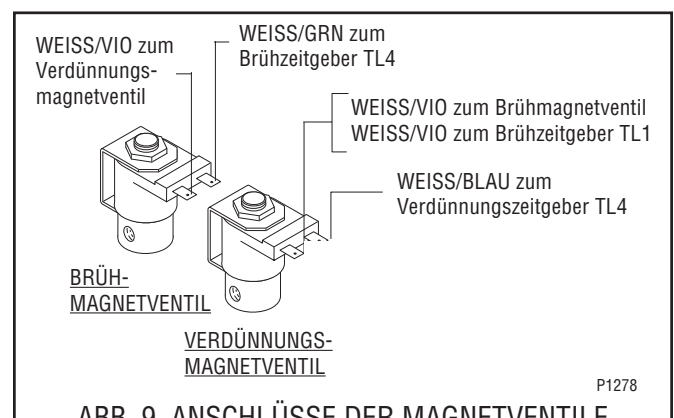

ABB. 9, ANSCHLÜSSE DER MAGNETVENTILE
10. Siehe Abb. 9 für den Wiederanschluss der Drähte.